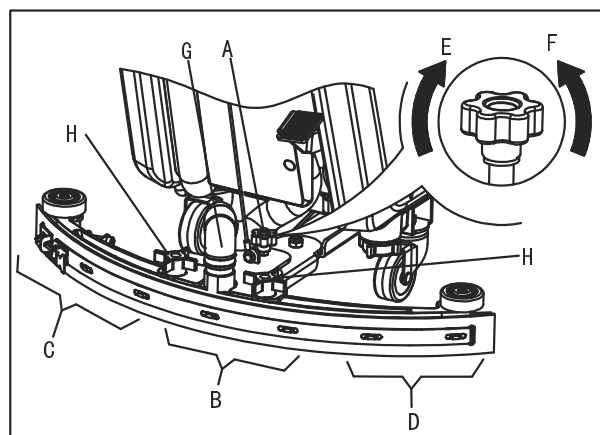

Figure 6
1. Installer la raclette et visser l'écrou (H), puis raccorder le tuyau d'aspiration (G) à la raclette.
2. Régler la raclette par la poignée de réglage de la raclette (A, Figure 6).
- a) S'il y a un écart entre le sol et section centrale de la lame arrière de la raclette (B), régler le bouton (A) dans le sens antihoraire (F) jusqu'à ce que toute la section de lame arrière de la raclette ait un excellent contact avec le sol, la lame avant touchant légèrement le sol.
- b) S'il y a un écart entre le sol et les deux extrémité de la lame arrière (C et D), régler le bouton (A) dans le sens horaire (E) jusqu'à ce que toute la section de lame arrière ait un excellent contact avec le sol, la lame avant touchant légèrement le sol.